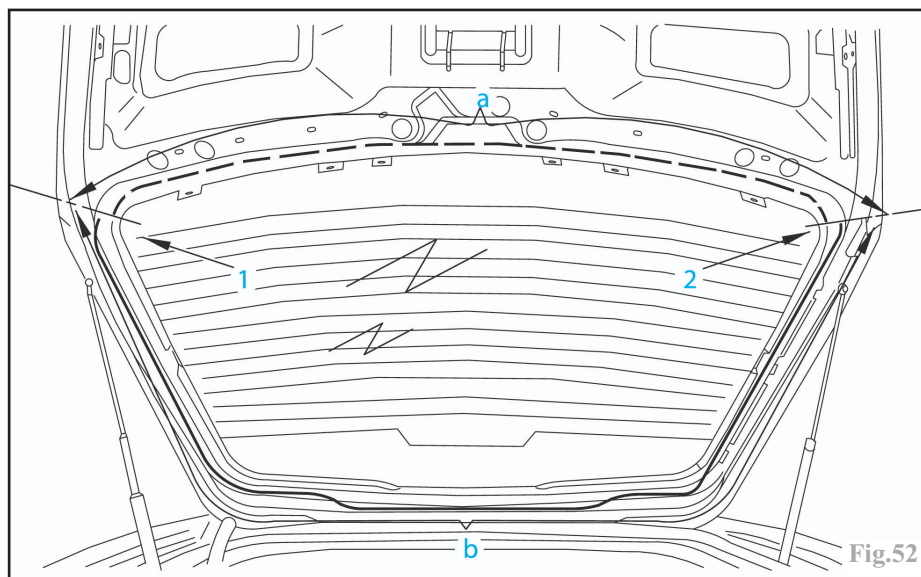

Fig.52
Débrancher les connecteurs (1) et (2) (Fig.52).